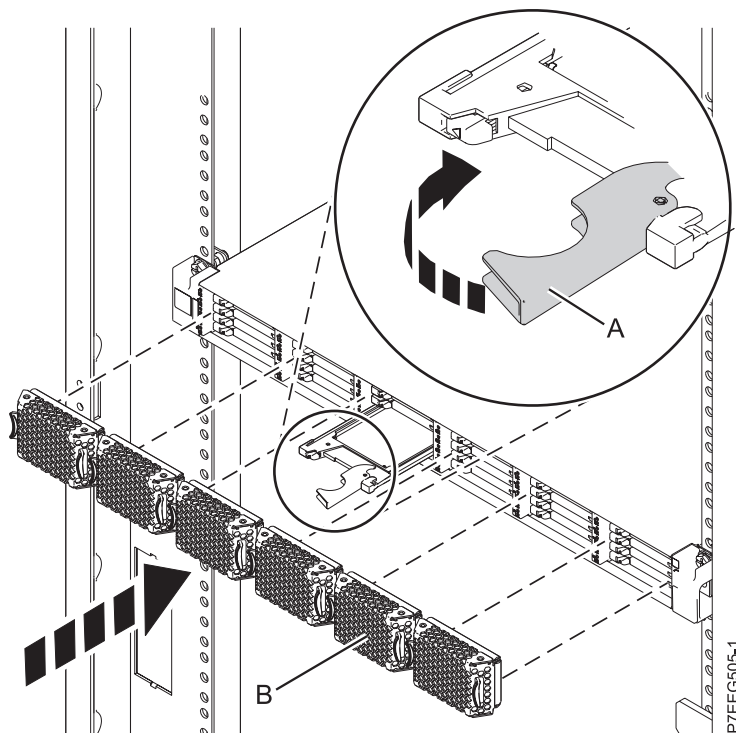

Figura 37. Sustitución de una unidad de estado sólido en Alojamiento de almacenamiento PCIe de EDR1.
4. Cuando el LED de identificación de la unidad de estado sólido se encienda de manera fija, deslice la unidad de estado sólido hasta el fondo de Alojamiento de almacenamiento PCIe de EDR1 y asegúrese de que queda totalmente encajada. A continuación, gire el asa (A) hasta la posición de bloqueo. Consulte Figura 37 en la página 63.
6. Instale la placa frontal (B).